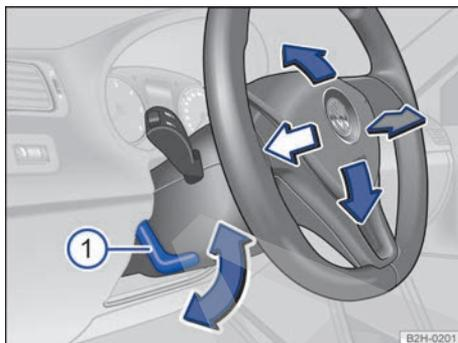

Fig. 45 Ajuste mecánico de la posición del volante.
- Tire hacia abajo de la palanca → fig. 45 ①.